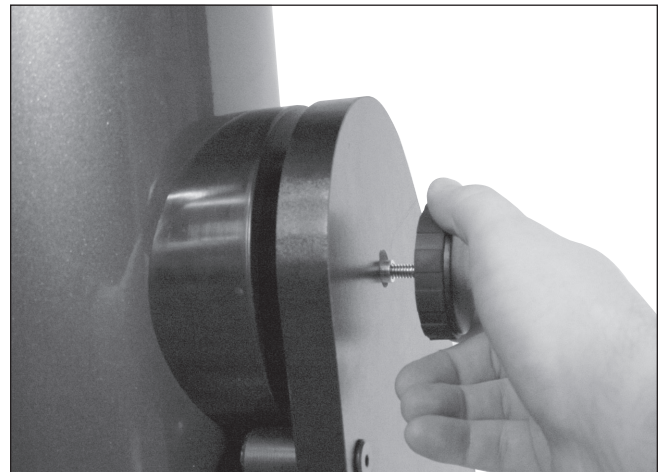

Abbildung 11. Der Halteknopf auf der rechten Seite der Basis wird durch den Aluminiumschaft des Höhen-Encoders eingesetzt.
2. Schieben Sie den anderen der beiden Einstell-/Halteknöpfe durch den Aluminiumschaft des Höhen-Encoders und schrauben Sie ihn in das rechte Höhenlager des Optiktrohrs. Dieser Knopf wird nun als Halteknopf bezeichnet (Abbildung 11). Achten Sie darauf, dass der Halteknopf fest angezogen ist.